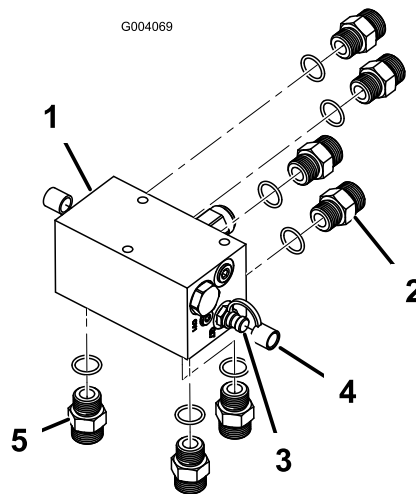

Figura 4
1. Montate i 4 raccordi idraulici diritti nella parte posteriore del collettore (Figura 4).
2. Montate i 2 raccordi diagnostici su qualsiasi lato del collettore insieme ai coperchietti antipolvere (Figura 4).
3. Montate i 3 raccordi idraulici diritti nella parte inferiore del collettore (Figura 4).